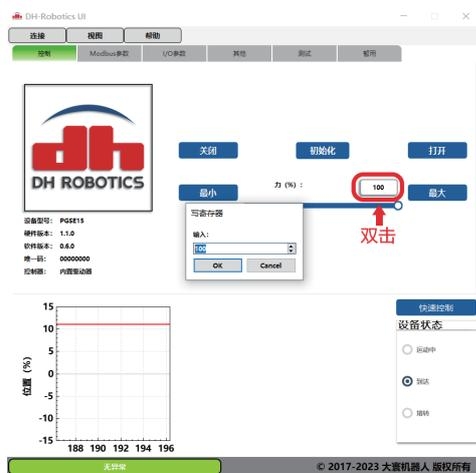

图3.2 力值设置
- ①**设置力值**: 双击数值控件, 写入对应力值后“OK”确认 (如图3.2所示)。